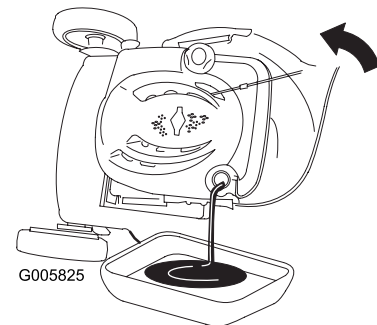

Bild 40
2. Kippen Sie den Rasenmäher seitlich (Luftfilter nach oben), um das Altöl über den Öleinfüllstutzen abzulassen (Bild 40).